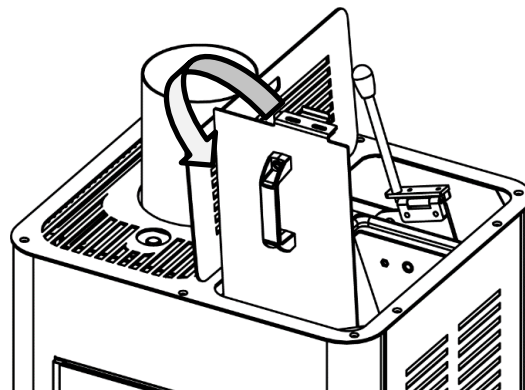

Fig. 16
- Abrir la tapa del depósito y poner los pellets (fig.16).